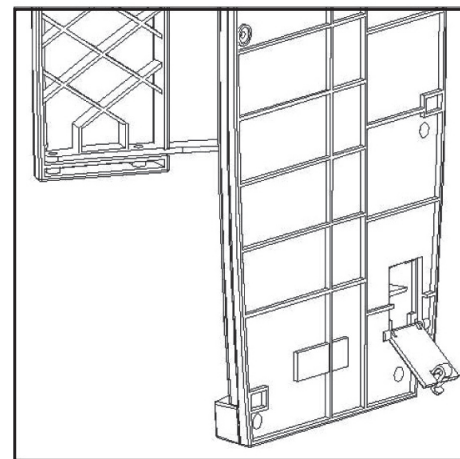

fig. 7
- Placez l'appareil à la verticale lorsque vous nettoyez le bac à confettis, comme indiqué dans la figure 7.